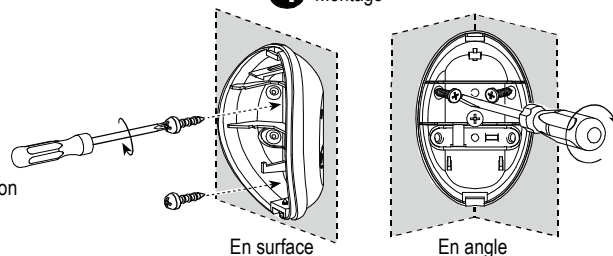

Fig. 4 - Montage
1. Montage – cf. fig. 4.
2. Installation de la batterie (cf. fig. 4 et remarque suivante).
La batterie étant en place, appuyez simultanément sur les deux interrupteurs d'autoprotection (cf. fig. 4), puis relâchez-les : la diode LED frontale clignote pendant près de 2 minutes jusqu'à stabilisation du détecteur.